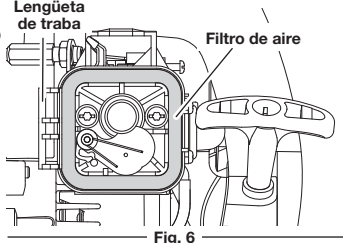

Fig. 6
- Vuelva a colocar el filtro de aire en la tapa del filtro de aire (Fig. 6).